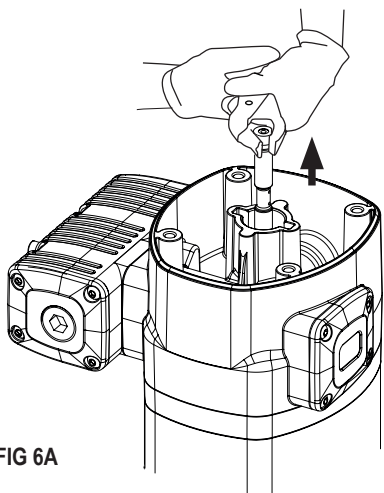
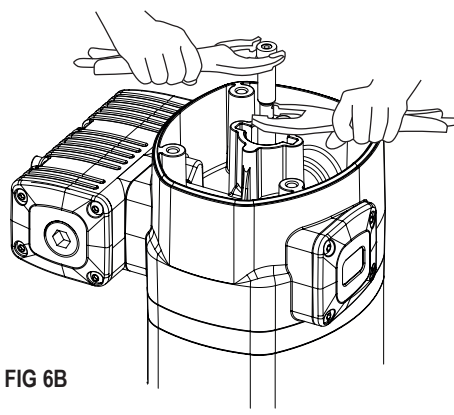

FIG 6A
FIG 6B
1. Unscrew the bolts (2) and remove the cap (3).
2. Unscrew the sensor sleeve (4).
3. With a manual clamp on the nut (5), pull the rod (40) outwards until its central recess appears (fig. 6A). Then, with another manual clamp, grab the rod (40) on said recess to prevent sealing surface to be damaged, and unscrew the nut (5) (fig. 6B).
4. Remove o-ring (6) and ring (7), and replace them with new ones later.
5. Unscrew the bolts (55). Pull the motor body (13) outwards to free it along with bridle (36).
6. Take away the gasket (9) and replace its seals (8) and (10).
7. Unscrew the bolts (37) and split the motor (13) from the bridle (36). Take away the washer (32) and replace the seal (8).
8. Take away the cylinder (50) while carefully holding the air piston (45). Replace the piston seal (44).
9. Reassemble in reverse order, applying thread locker in screws (37), nut (5) and sensor sleeve (4).
1. Skruva bort skruvarna (2) och ta bort locket (3).
2. Skruva bort sensorhylsan (4).
3. Använd en polygrip för att hålla fast muttern (5), dra axeln (40) uppåt tills en avsmalning i axeln blir synlig (fig 6A). Använd ytterligare en polygrip och fatta runt avsmalningen i axeln för att undvika skador på tätningsytorna på axelns större diameter, och skruva sedan bort muttern (5) (fig 6B).
4. Ta bort o-ringen (6) och ringen (7) och byt ut mot nya senare.
5. Skruva bort skruvarna (55). Dra bort luftmotorns hus (13) tillsammans med adapterplattan (36).
6. Ta bort hylsan (9) och byt tätningarna (8) och (10).
7. Skruva bort skruvarna (37) och dela luftmotorn (13) från adapterplattan (36). Ta bort brickan (32) och byt ut tätningen (8).
8. Ta försiktigt bort luftcylindern (50) samtidigt som man håller i luftkolven (45). Byt ut luftkolvens o-ring (44).
9. Montera i omvänd ordning, applicera låsvätska på skruvarna (37), muttern (5) och sensorhylsan (4).